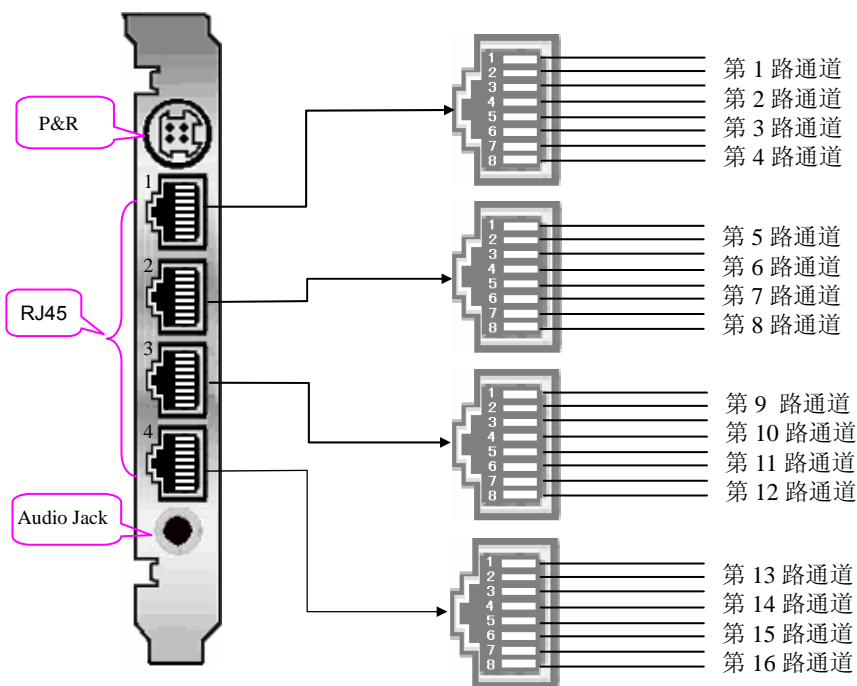

图 2-3 SHT-16C-CT/PCI/FAX 底板示意图(左视图)
以卡上第 1 个 RJ45（位置见图 2-3）为例，板卡通道号、RJ45 插座的 8 个针脚与一转四转接器接口的对应关系见表 2-1。
① 板卡上其它三个 RJ45 接口与板卡通道号、RJ45 插座的 8 个针脚与一转四转接器接口的对应关系依此类推。
② 一转四转接器可向本公司购买；若用户自行压线转接，建议按图 2-3 及表 2-1 所示的接线关系进行压线转接。